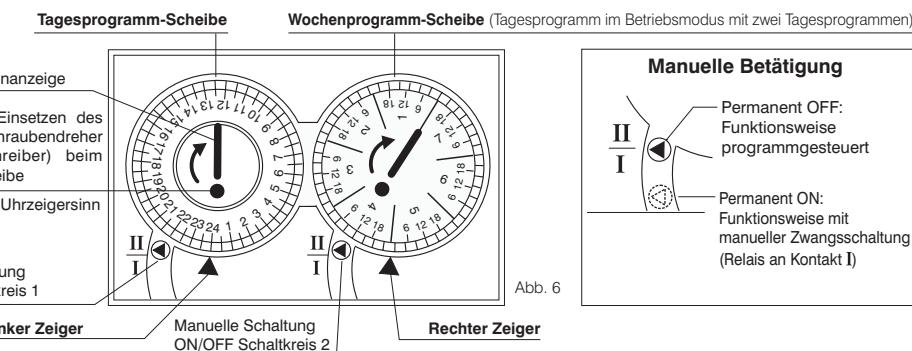

Abb. 6
- Die **linke Scheibe** (Tagesprogramm) im Uhrzeigersinn drehen, bis der **linke Zeiger** (Dreieck) in der 24-Uhr-Stellung (00) steht.
- Die **rechte Scheibe** (Wochenprogramm) im Uhrzeigersinn drehen, bis der **rechte Zeiger** (Dreieck) an der Linie der 24-Uhr-Stellung (00) des aktuellen Tages (1=Montag, 2=Dienstag...) steht. Die zwei Scheiben sind hiernach synchronisiert. (**Hinweis:** In Abb. 6 wurde die rechte Scheibe beispielweise auf die 24-Uhr-Stellung (00) von Tag 5 = Freitag eingestellt)